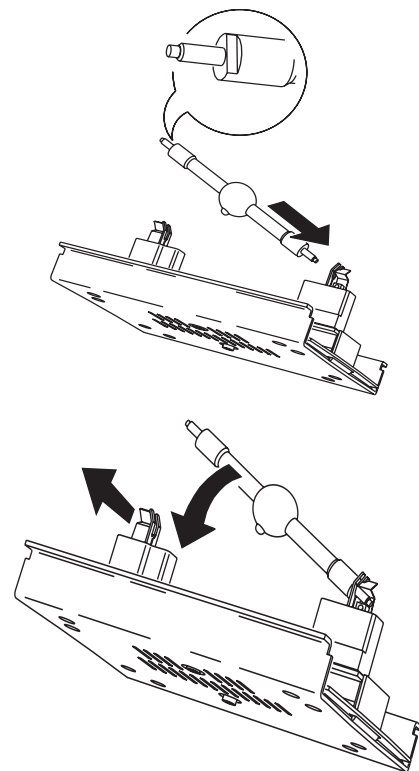

Bild 8: Einbau des Leuchtmittels
Der Sockel des Leuchtmittels ist, wie in Bild 8 gezeigt, kodiert. Dadurch kann es nicht falsch eingebaut werden. Verwenden Sie keine Leuchtmittel ohne Kodierung und kodierten SFc 10-4 Sockeln.
- 5 Unter Bezug auf Bild 8: Schieben Sie einen Anschluss des Leuchtmittels in den rechten Sockel, wobei der Evakuierungs-Nippel des Kolbens nach hinten zeigen muss. Lösen Sie die Haltefeder am linken Sockel und drücken Sie das andere Ende des Leuchtmittels in den Sockel.